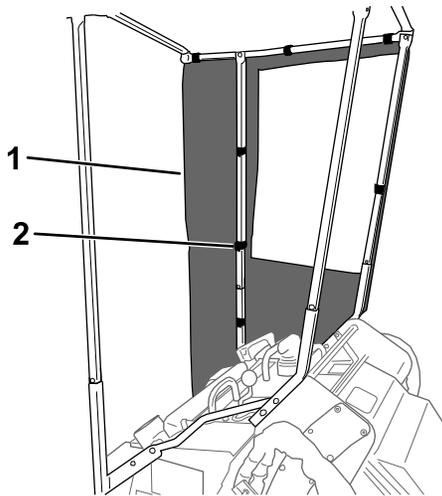
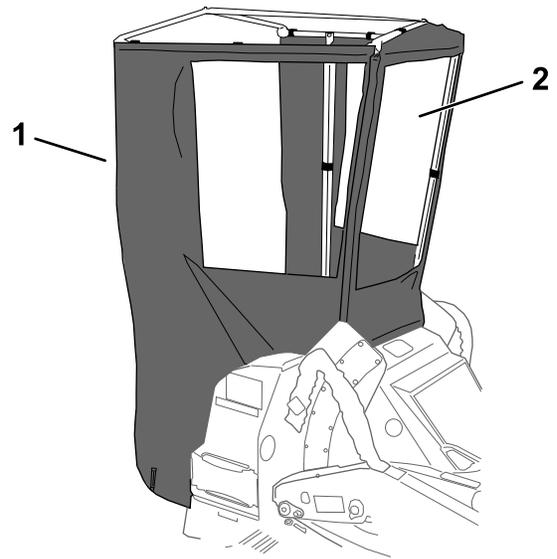

Figura 10
Figura 11
1. Instale los paneles derecho e izquierdo usando los cierres autoadherentes para sujetarlos al bastidor, como se muestra en la Figura 10 y la Figura 11.
2. Instale el parabrisas usando los cierres autoadherentes para sujetarlo a los paneles, al tubo delantero del bastidor y al soporte del parabrisas (Figura 11).